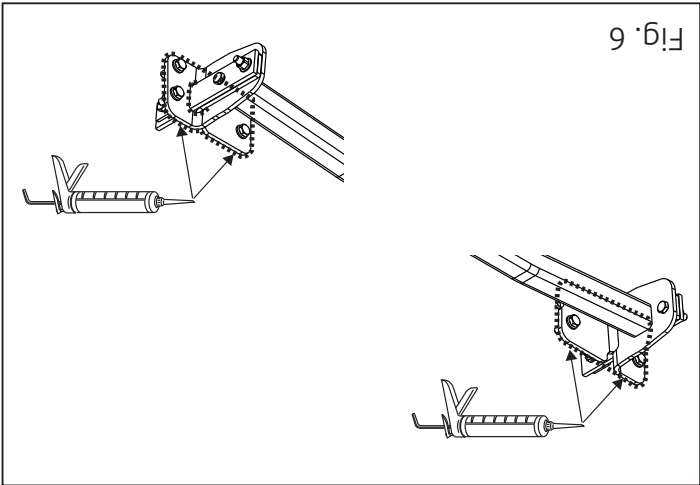

Fig. 6
11. Seal the portions indicated (see fig. 6).
11. Kit de aangegeven delen af. (zie fig. 6)
11. Die angegebenen Teile kitten (siehe Abb. 6).